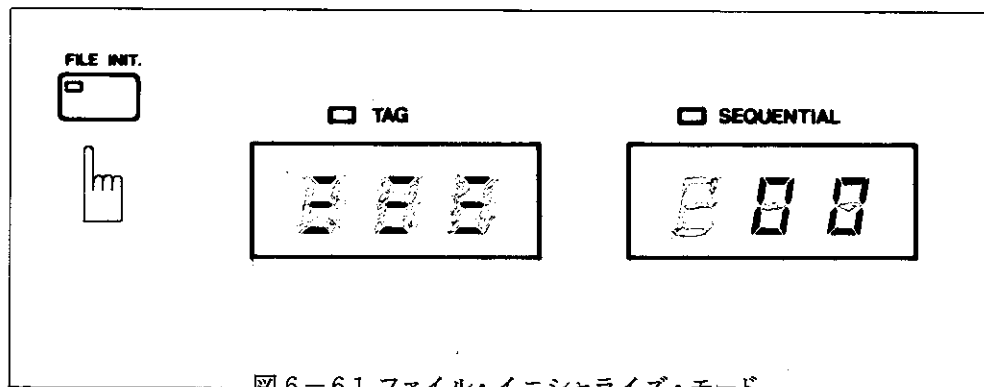

図 6-61 ファイル・イニシャライズ・モード
- ① イニシャライズしようとするメディア (Write Protect されていないもの) を **TR9801A** に挿入し、**FILE INT.** スイッチを約 2 秒間押し続けますと、**TR9801A** の TAG 番号表示用 LED が [ 図 6-61 ] のような表示をし、イニシャライズ・モードに入ったことを示します。